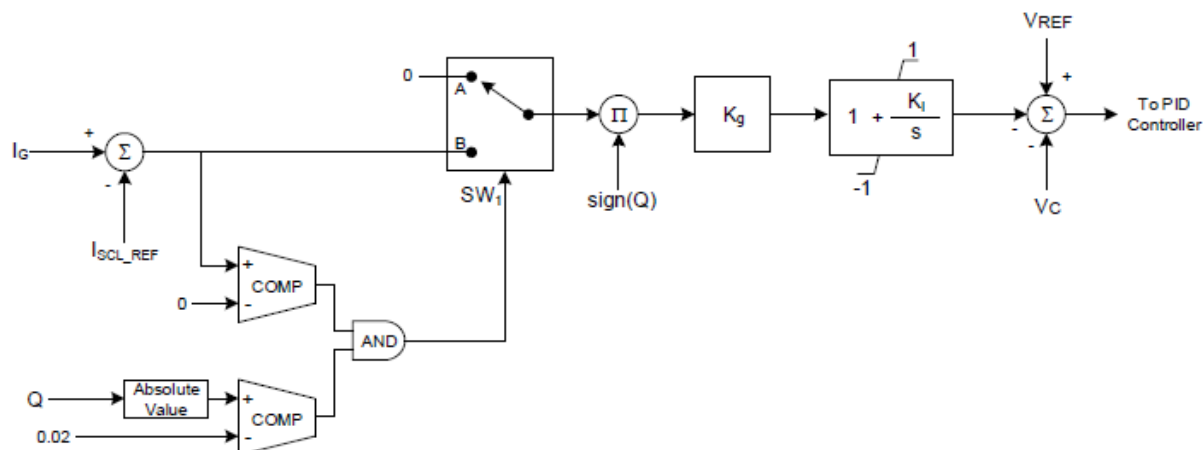

图34-13. 求和点型定子限流器的每元框图
定子限流器 (SCL) 根据同步电机是否吸收（超前）或发出（滞后）无功来修改励磁水平。图34-13显示了定子限流器-的模型。SCL构成外环，PI型控制器构成内环。PI型控制器用于所需的响应。符号 (Q) 定义正 (+1) 表示过激励，(-1) 表示欠激励条件。